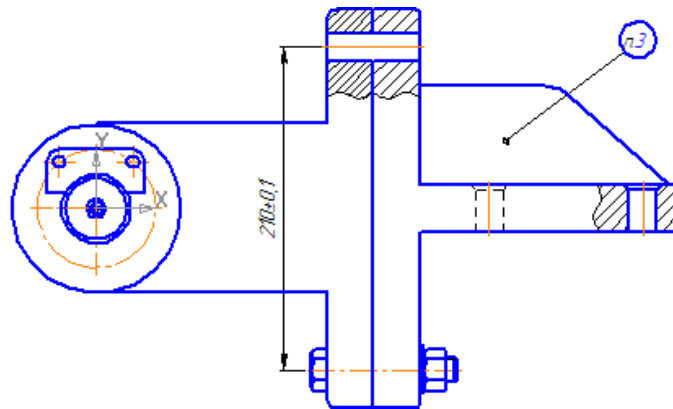

Рисунок 16.
- Увеличьте главный вид (рис. 16).